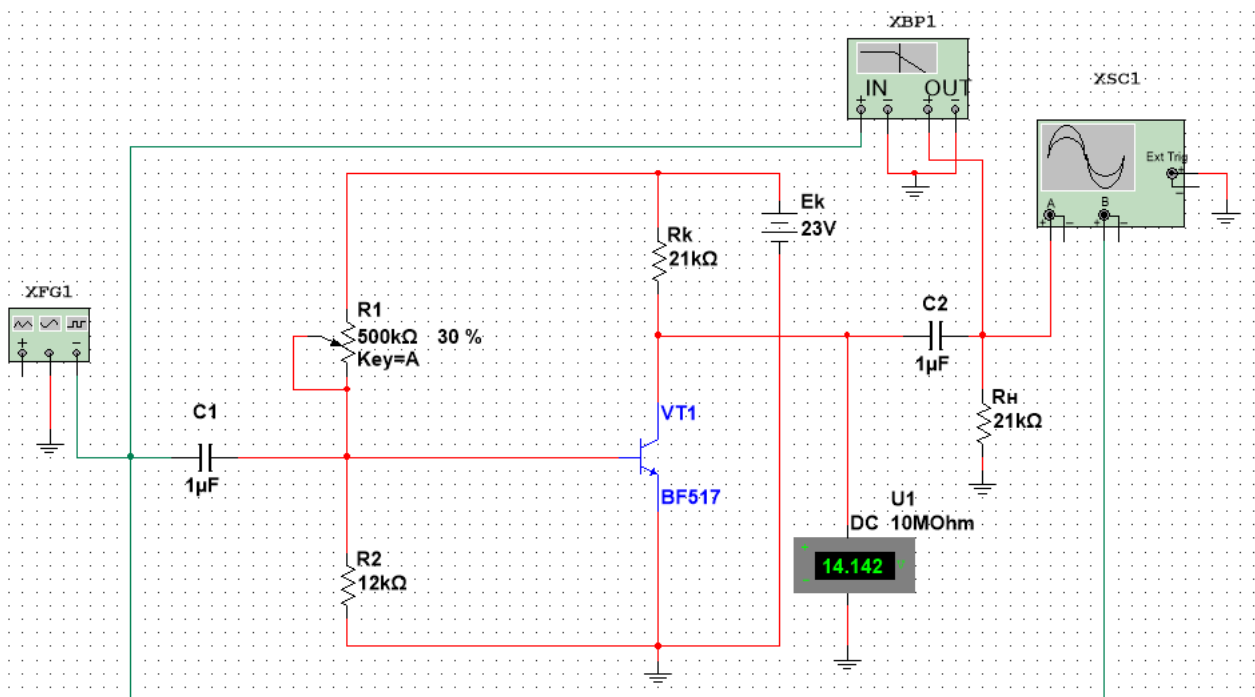

Рисунок 8.1
1.1 Зібрати схему транзисторного підсилювача (рис. 8.1) з наступними даними: $U_{BX} = 10 \text{ мВ}$, $f_{BX} = (1 + N) \text{ кГц}$, де N – номер варіанту, $E_K = (12 + N) \text{ В}$, $R1 = 500 \text{ кОм}$, $R2 = 12 \text{ кОм}$, $R_K = R_H = (12 + N) \text{ кОм}$, $C1 = C2 = 1 \text{ мкФ}$.